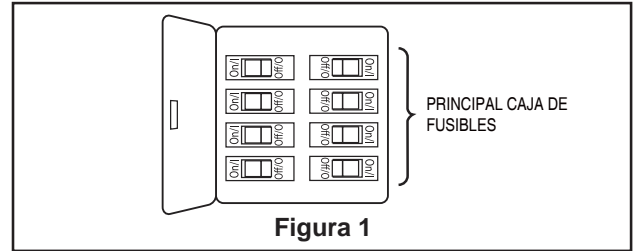

Figura 1
Para evitar una posible descarga eléctrica, asegúrese de cortar la alimentación eléctrica de la caja de fusibles principal antes de colgar el ventilador. (Figura 1)
Para evitar posibles descargas eléctricas, asegúrese de que la electricidad esté desconectada en la caja de fusibles principal antes de realizar la instalación eléctrica. (Figura 1)
- 1. Extraiga una de los tornillos de hombro en el soporte del gancho. Afloje el segundo tornillo de hombro sin extraiga completamente. Instale la cubierta rotando la ranura clave en la cubierta sobre el tornillo de hombro del soporte del gancho. Fije el tornillo de hombro. Instale adecuadamente y fije el segundo tornillo de hombro que fue anteriormente guardado. (Figura 1)
- 1. Retire los preensamblados tornillos y retire las 4 tapas de iluminación en el ensamble del motor. Guarde los tornillos y las tapas de iluminación para pasos posteriores. (Figura 1)